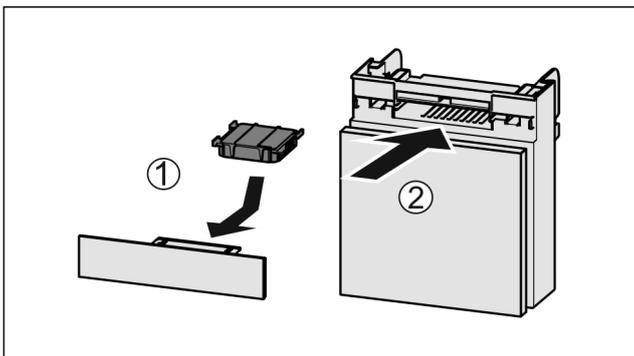

Fig. 201
- ▶ Aktivkohlefilter nach Abbildung einsetzen Fig. 201 (1).
- ▶ Fach einschieben Fig. 201 (2).